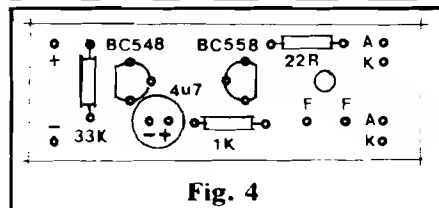

Fig. 4
- **FIG. 4** - “Chapeado” da montagem, ou seja: a placa de Circuito Impresso agora vista pelo lado não cobreado, com todos os principais componentes já posicionados e codificados. **ATENÇÃO** à exata localização e posição dos dois transistores (de novo: cuidado para não con-